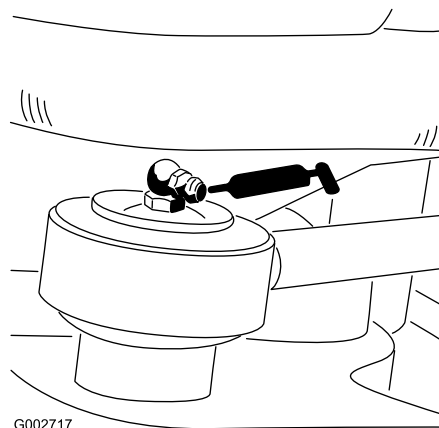

Рисунок 22
- Конец штока гидроцилиндра рулевого управления (1 шт.) – только для модели 08705 (Рисунок 22)